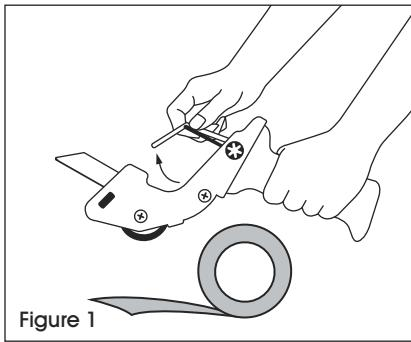

Figure 1
1. Déposez le dévidoir sur une surface plane. Déroulez 12 à 15 cm (5 à 6 po) de ruban (côté adhésif vers le bas). Tirez la barre de retenue de ruban adhésif vers le haut. (Voir Figure 1)